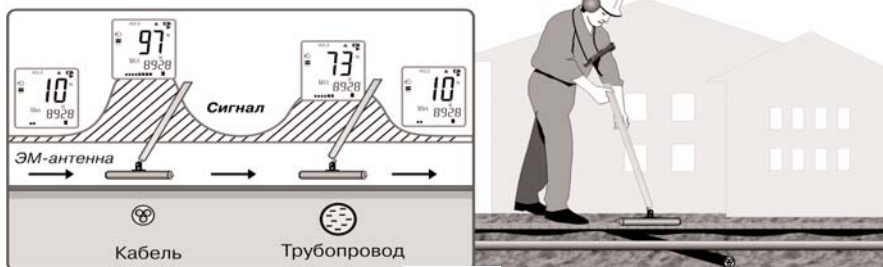

Рис.6
Подключить к разъемам приемника АП-015 электромагнитный датчик поз. 3 рис.6 и голубые телефоны поз. 2 рис.6 (если необходимо). Включить прибор нажатием кнопки "Ⓜ" поз.1 рис.2. При этом приемник автоматически входит в режим трассопоиска ТР и, соответственно, отобразит на индикаторе "Ⓜ" поз. 8 рис.3. Надпись "HOLD" в верхней части индикатора свидетельствует о том, что измерения не производятся и отображаются установки из предыдущего сеанса.
1) Подключить к разъемам приемника АП-015 электромагнитный датчик поз.3 рис.6 и головные телефоны поз. 2 рис.6 (если необходимо). Включить прибор нажатием кнопки "  " поз.1 рис.2. Провести настройки приемника (см.п. 5.2).
1) Подключить к разъемам приемника АП-015 электромагнитный датчик поз. 3 рис.6 и головные телефоны поз. 2 рис.6 (если необходимо). Включить прибор нажатием кнопки "  " поз.1 рис.2. Провести настройки приемника (см.п. 5.2).